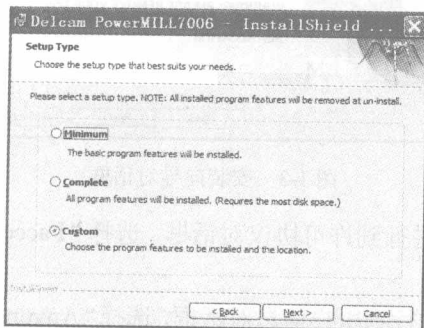

图 1-7 安装类型对话框
(6) 接下来出现如图 1-7 所示对话框，对话框内有 3 种安装类型，分别是 Minimum（典型安装）、Complete（完全安装）和 Custom（用户自定义安装），单击 Custom 按钮后再单击 Next 按钮。